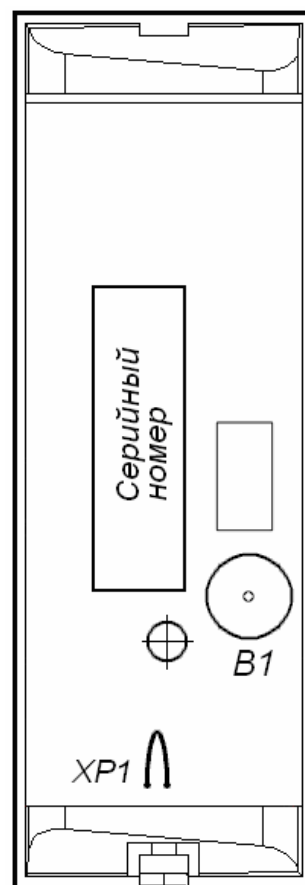

Рисунок 4 Расположение пьезоэлемента (B1) и переключки «отключение концевого резистора» (XP1) на тыльной стороне контроллера
6. Если данный контроллер не является конечным устройством на линии связи интерфейса RS-485 подключения периферии, то необходимо отключить на нем концевой резистор, для чего перекусите кусачками перемычку «отключение концевой резистора» (перемычка *XP1* см. рисунок 4). Учтите, что в этом случае необходимо будет установить концевые резисторы по реальным концам линии связи интерфейса RS-485.